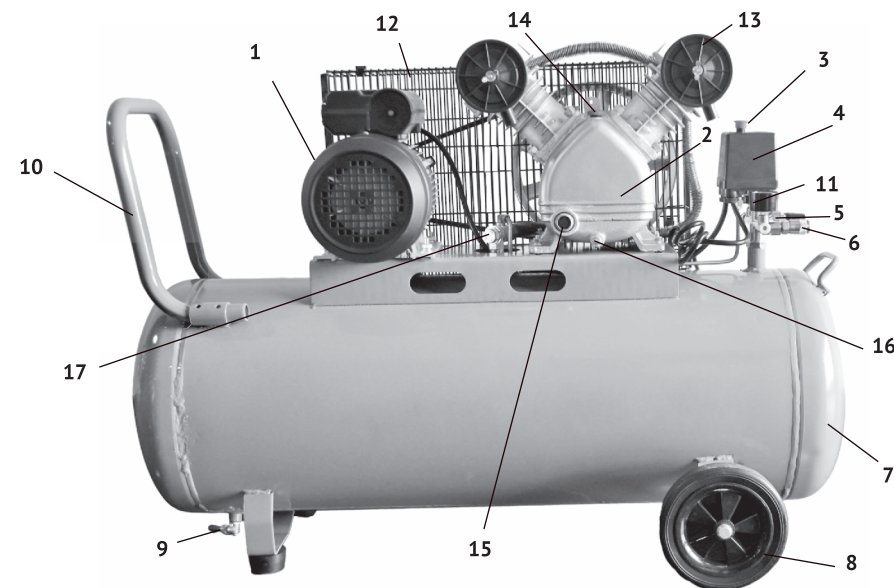
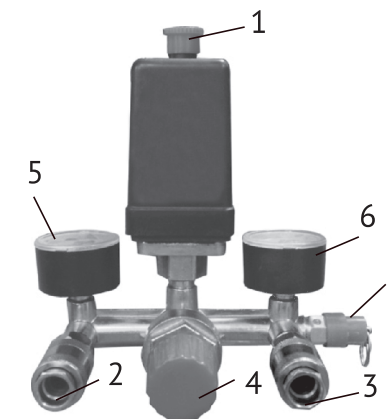

**Рис. 1**
Рис. 4
7.1.Общий вид компрессора КМК-2000/50/2 схематично представлен на рис.1
7.2.Картер компрессорной группы (рис.1 поз.1) с двигателем закреплены на металлическом корпусе ресивера (рис.1 поз.8). Вращение якоря двигателя преобразуется кривошипно-шатунным механизмом в возвратно-поступательное движение поршней двух цилиндров. Сжатый воздух из выпускных клапанов цилиндров подаётся в ресивер. При подключении к быстроразъёмным выходным штуцерам (рис.1 поз.3) коллектора пневмоинструмента, сжатый воздух подаётся к инструменту. Выходное давление в штуцерах регулируется редуктором и контролируется манометрами.
При подключении компрессора к сети питания, убедитесь что, выключатель реле давления (рис.4 поз.1) находится в позиции «Выкл», положение «Нажато». Запустите компрессор, переведя выключатель в позицию «Вкл», положение «Отжато». Для обеспечения хорошей работы компрессора при первом запуске рекомендуется оставить компрессор работающим в течение 5-8 минуте полностью открытыми выходными кранами (рис.4 поз.2,3) и редуктором (рис.4 поз.4), после чего откройте вентиль слива конденсата (рис.1 поз.7 (для КМК-2000/50/2) или рис.2. поз.9 (для КМК-2500/100/2)), находящийся снизу ресивера и слейте конденсат. После первых 5-ти часов работы компрессора проверьте крепление винтов головки цилиндра и фильтров (рис.1,2, поз.12).
Компрессор имеет два выходных штуцера оснащённых манометрами. Давление в ресивере показывает манометр расположенный справа (рис.4 поз.6), в то время как манометр находящийся слева (рис.4 поз.5), показывает давление на выходе, которое Вы можете регулировать с помощью редуктора (рис.4 поз.4). Выходной штуцер (рис.4 поз.3) выдаёт сжатый воздух с максимальным рабочим давлением в ресивере, а выходной кран штуцер (рис.4 поз.2) выдаёт сжатый воздух с рабочим давлением, установленным с помощью редуктора (рис.4 поз.4).
Также компрессор оснащён предохранительным клапаном (рис.4 поз.7) для ограничения максимального давления в ресивере.
10.3. По окончании работы: перевести выключатель реле давления в положение «Выкл», отключить розетку компрессора от сети питания и полностью сбросить давление, открыв выходной штуцер (рис.4 поз.3).